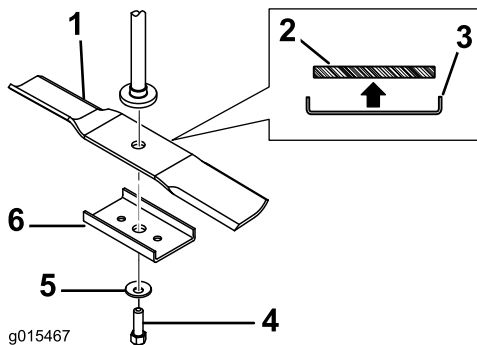
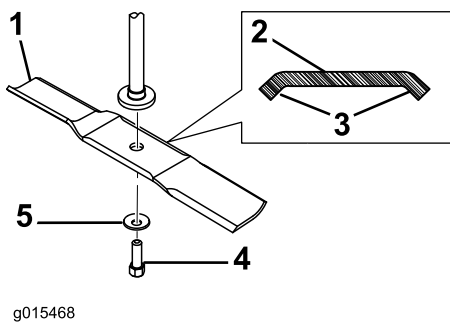

Figure 2
Figure 3
1. Parmi les types de lame illustrés à la Figure 2 et Figure 3, choisissez le plus proche de celui monté sur votre tondeuse. Tenez l'extrémité de la lame avec un chiffon ou un gant épais et déposez la lame comme illustré.